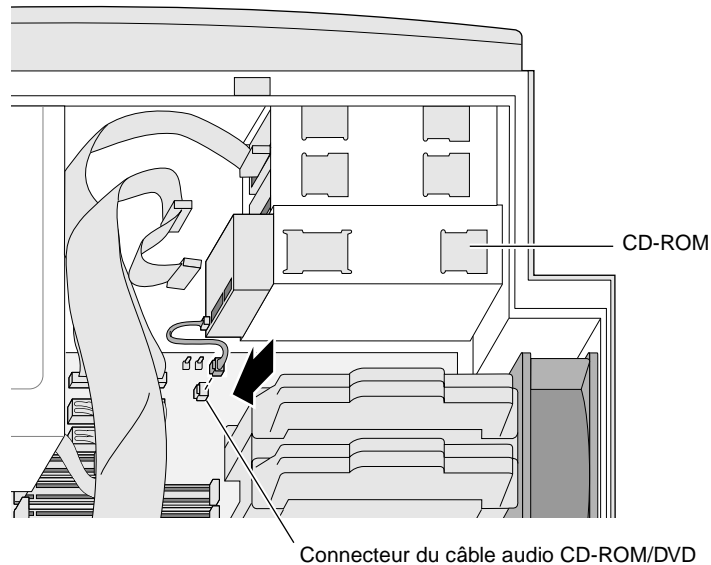

Figure 4-6 Connexion du câble audio
- Si vous installez un lecteur de CD-ROM ou de DVD-ROM, branchez le câble audio au connecteur de la carte mère. Le câble est conçu de telle manière que son insertion ne peut s'effectuer de manière incorrecte (voir Figure 4-6).